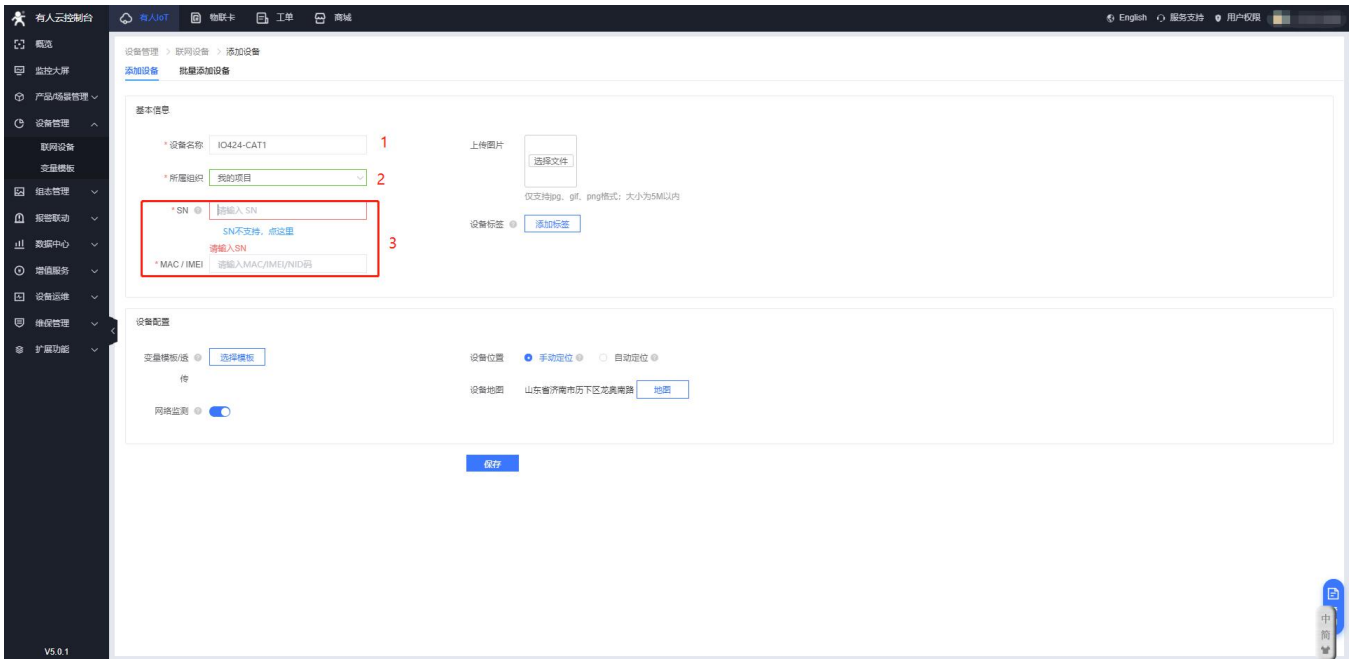

图 19 添加 IO34
10. 点击添加设备参照图 19 依次将使用的 IO34 设备添加到云端。